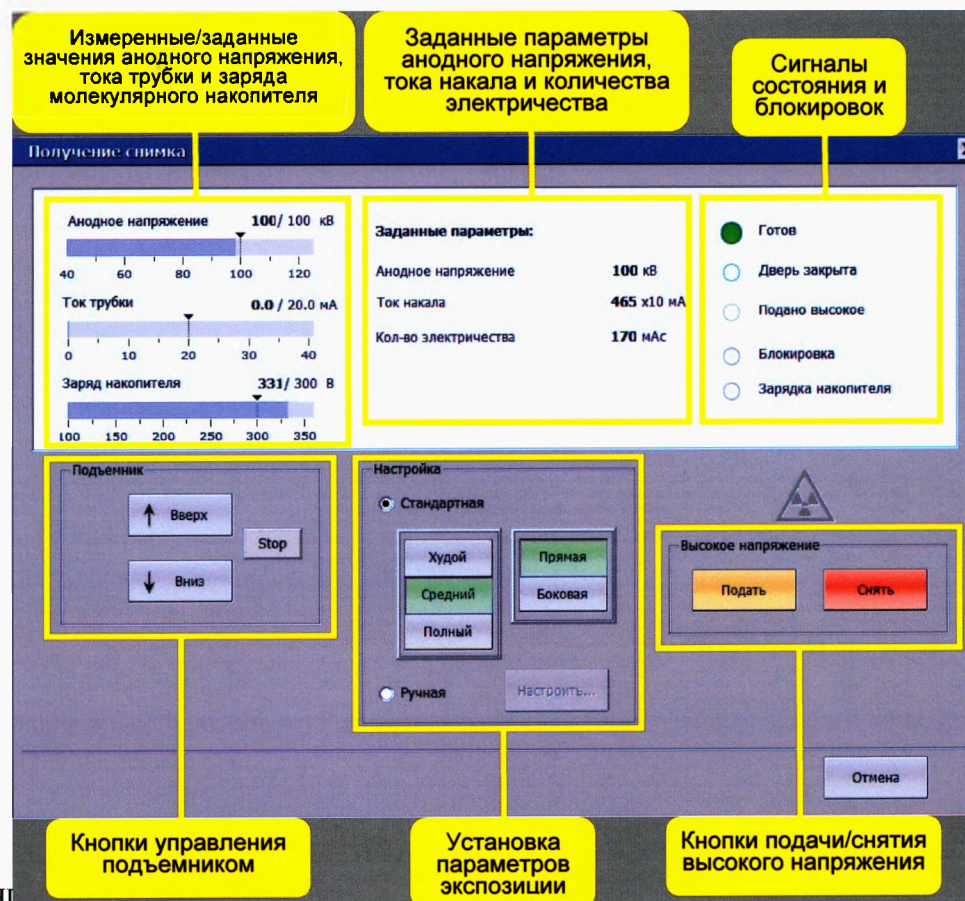

Рисунок 6 - Диалог пульта управления получением снимка
6.6.2 Появится диалог пульта управления получением снимка (рис. 6).